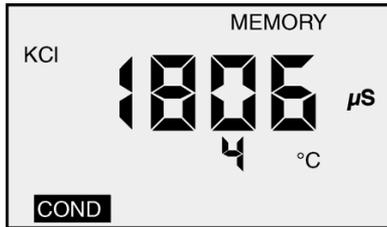

图 5
2. 出现 MEMORY（内存）图标，且温度显示短暂被数字（1-100）取代，该数字表示记录的位置。图 5 显示读数 1806 μS 存储在内存记录中第 4 条。